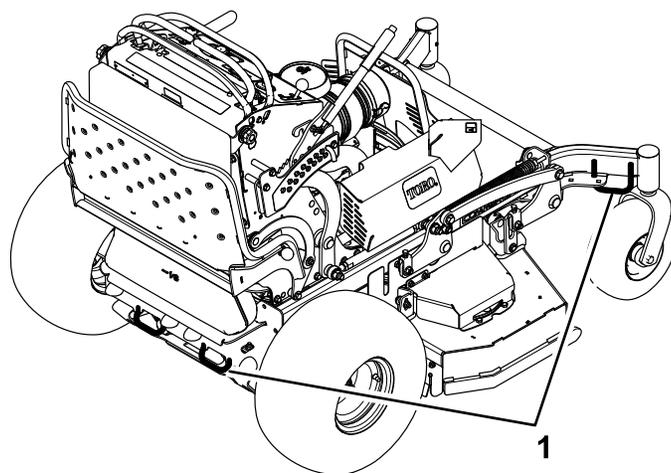

図 27
7. 前キャストホイールおよび後部バンパーを利用して機体をロープやチェーンなどで固定する 図 27。ロープ掛けや積荷固定については各地域の法令などに従ってください。